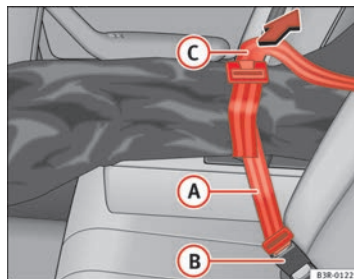

Fig. 129 Sacca portasci fissata al moschettone bloccacintura centrale
- Bloccare la cintura della sacca (A ⇒ pag. 156, fig. 129) nel moschettone bloccacintura centrale (B).
- Stringere la cintura tirandone l'estremità libera (C).